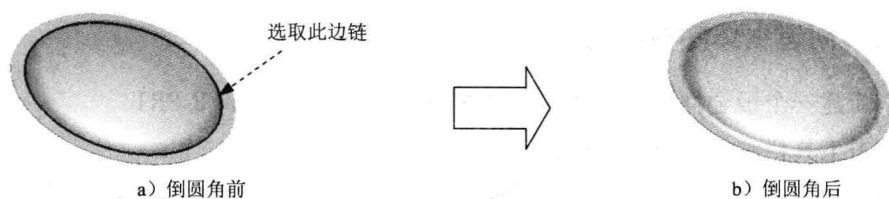

图 1.12 创建圆角特征 1
(5) 在系统提示下, 键入钣金壁厚值 1.0, 并按 Enter 键。
(6) 定义特征的旋转角度。在 **REV TO (REV TO)** 菜单中选择 **360 (360)** → **Done (完成)** 命令。
(7) 在“第一壁: 旋转”特征信息对话框下部单击 **预览** 按钮, 预览所创建的旋转特征; 然后单击 **确定** 按钮, 完成旋转特征的创建。
Step3. 创建图 1.12 所示的倒圆角特征 1, 圆角半径值为 5.0。